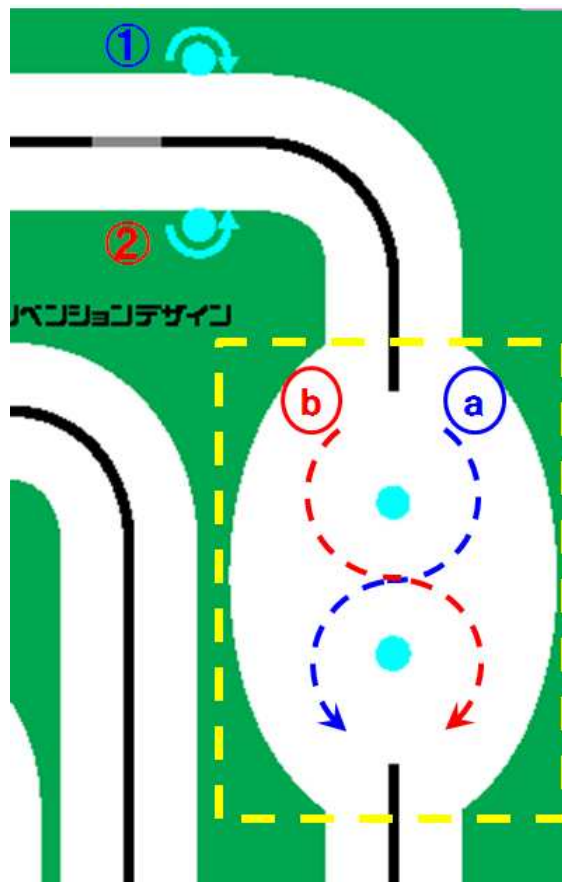

図 16 ドリフトターン
図 16 は図 3 の右側部を拡大したものです。水色の円の場所には、ペットボトルが置かれます。①、②の場所はどちらか片方にペットボトルが置かれ、黄色の点線で囲まれた白地箇所(ターンエリア)の巡回ルート(規定方向)を決定します。ペットボトルが①の場所に置かれた場合はⒶのルートで巡回し、②の場所の場合はⒷのルートで巡回します。①、②に置くペットボトルの位置は、走行体がスタート後に決定されます。